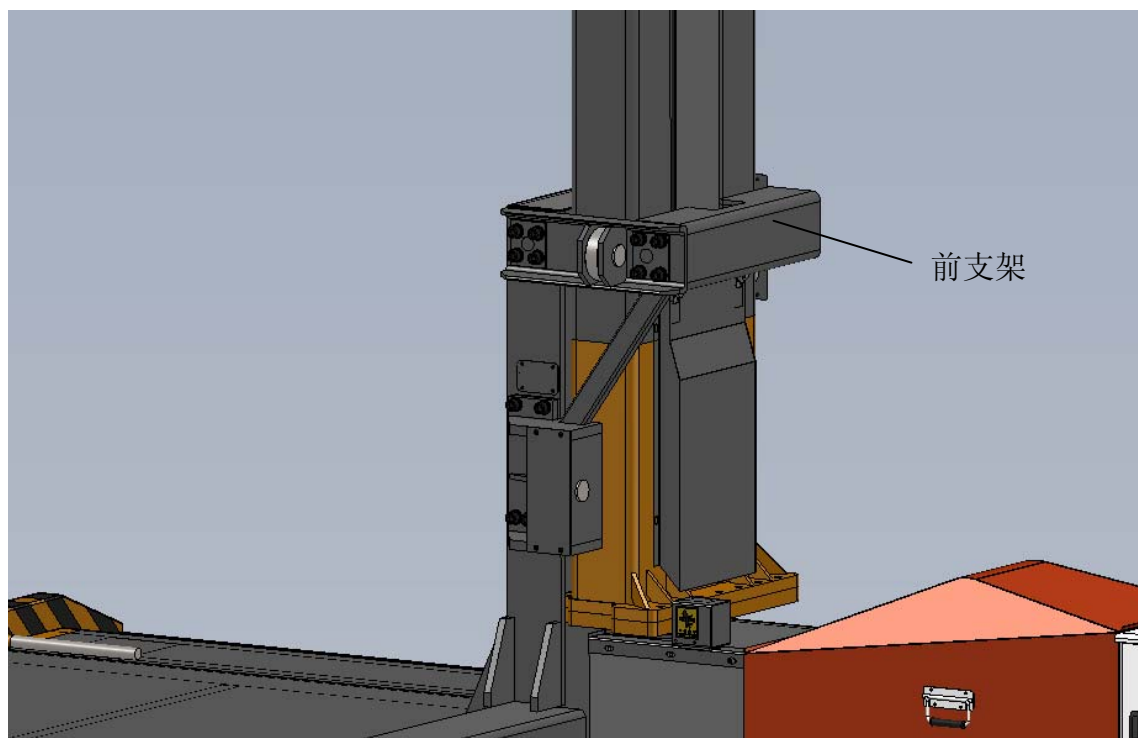

图 5
5.4.8 将安装好的台板与右支架部分推入立柱间，安装前支架，并拧上 M16 的螺栓（不可紧固），保证前支架不会掉落。如图 5